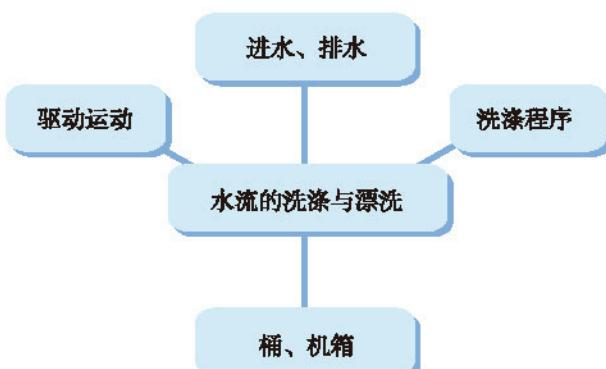
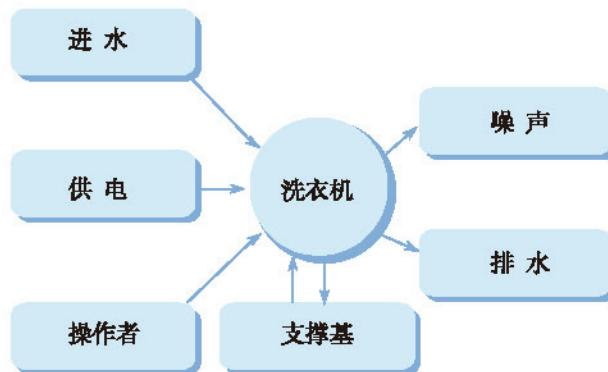

图3-15 洗衣机主要组成部分之间的关系示意图
图3-16 洗衣机(系统)与外界环境关系示意图
由图3-15可知：水流的洗涤与漂洗，简称为洗，是洗衣机的核心；围绕着它，各组成部分有机关联。洗衣机作为一个整体，它的各组成部分，即各子系统之间，少了哪个都不行，哪一部分坏了洗衣机都不能正常工作。
洗衣机的工作过程，是在客观的外界环境中进行和完成的。图 3-16 表示它和外界环境之间的关系。
(1) 洗衣机工作时与外界环境有哪些关系？你能使用一些技术术语来表达这些关系吗？
(2) 如果给洗衣机注入温水或是很凉的冷水，会给洗衣机的洗涤效果带来哪些影响？试着结合图 3-15 或图 3-16 给予恰当的解释。
(3) 如果电源电压或频率有大幅度的波动，会给洗衣机的工作带来什么影响？